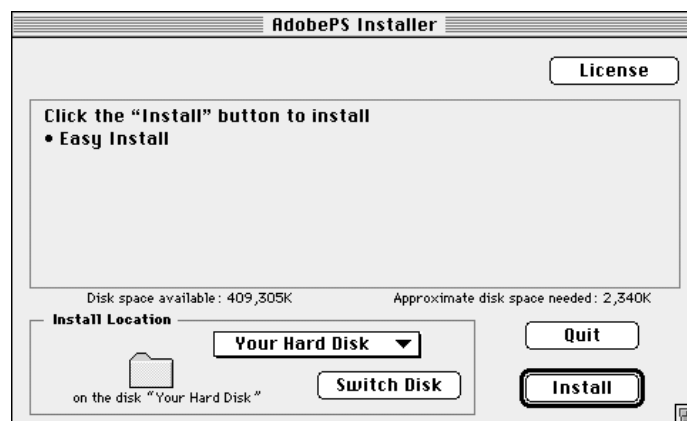

Fig. 3.2 Finestra d'installazione AdobePS
7. Leggere il contratto della licenza e fare clic su Accept (Accetto) per aggiornare la finestra d'installazione (fig. 3.2).